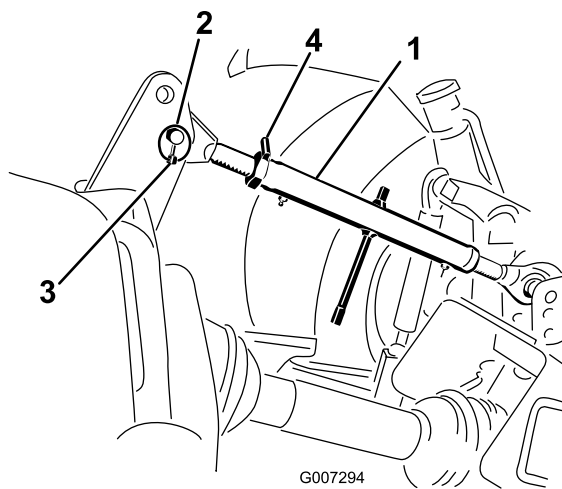

Рисунок 8
1. Подсоедините верхнюю тягу к нижнему отверстию в кронштейне и закрепите с помощью штифта и шплинта с кольцом (**Рисунок 8**).
3. Поверните верхнюю тягу, чтобы затянуть ее. Отрегулируйте тягу так, чтобы рама в передней части машины заняла вертикальное положение (**Рисунок 8**).